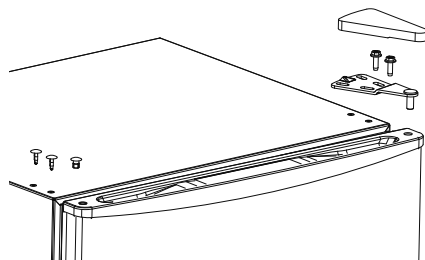

Fig. 3
- ▶ Allentare le due viti della cerniera superiore (1) con un cacciavite a croce (vedere la **fig. 3**) e rimuovere la cerniera.
- ▶ Mettere da parte le rondelle della cerniera superiore in modo che non vadano perse. Sono necessarie per reinstallare la porta del vano congelatore (2).
- ▶ Rimuovere la copertura dei fori per le viti sul lato sinistro, ad esempio con l'aiuto di un cacciavite a taglio (vedere la **Fig. 3**).
- ▶ Togliere il tappo cieco del perno della cerniera dal lato sinistro della porta del vano congelatore (2) e inserirlo nel foro sul lato destro (vedere la **fig. 3**).
- ▶ Sollevare la porta del vano congelatore (2) dalla cerniera inferiore e riporla di lato.